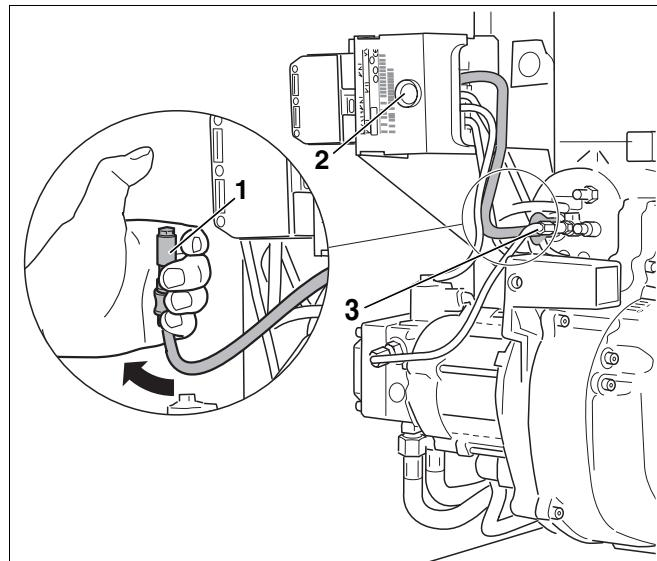

Рис. 32 Проверка работы датчика пламени
- При работающей горелке вынуть датчик пламени из держателя (рис. 32, **поз. 3**).
- Закрыть датчик пламени (рис. 32, **поз. 1**). После повторного запуска должно произойти отключение из-за неисправности.
- По истечении времени ожидания, составляющего примерно 30 секунд, нужно разблокировать автомат горения дизельного топлива, нажав кнопку подавления помех (рис. 32, **поз. 2**).